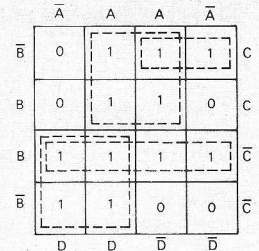

Fig. 4.
a. We geven de waarden van Q weer in een Karnaugh-diagram (fig. 4), en bewerken de door een streeplijn omgeven groepen ieder tot een term. We vinden dan